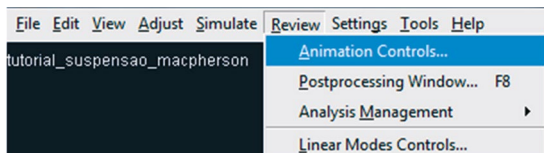

Figura 4.125 – Animando o modelo da suspensão.
- Acesse o menu *Review* → *Animation Controls* (Figura 4.125).